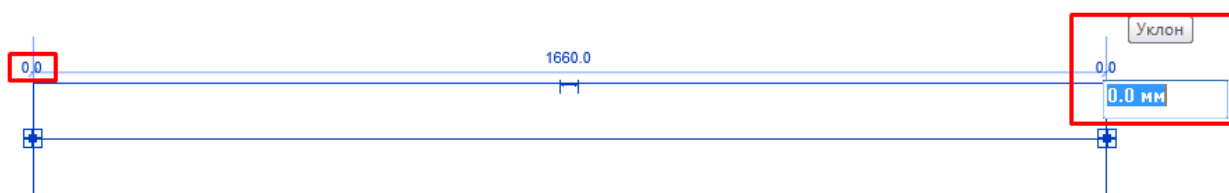

Рисунок 4.9. Изменение угла наклона трубы
2. Щелкните элемент управления отметкой на каждом конце трубы (рис. 4.9), введите значение смещения выше или ниже исходного значения и нажмите клавишу Enter.